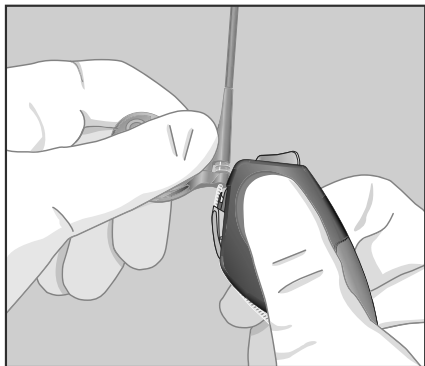

Fig. 3: Tenir la poignée de la gaine et l'outil de découpe sur une même hauteur.
- 5 Placer la poignée de la gaine contre la lame de l'outil de découpe - voir la figure 3.
Note : lors de l'utilisation de l'outil de découpe, veillez à faire glisser la gaine en ligne droite le long de l'outil de découpe (fig. 3).